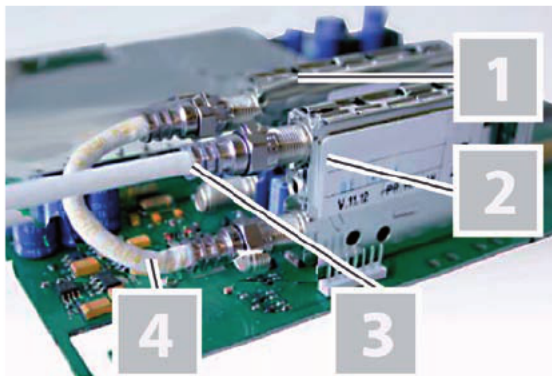

Bild 2: Verkabeln mit Brücke zwischen den Tunern
1. Stecken Sie die Stecker des mitgelieferten Jumperkabels [4] jeweils auf die Ausgangsbuchse des Tuners A [2] und die Eingangsbuchse des Tuners B [1] (siehe Bild 2, oben).
2. Schrauben Sie einen F-Stecker des Verbindungskabels [3] auf die Eingangsbuchse des Tuners A [2] (siehe Bild 2, oben).